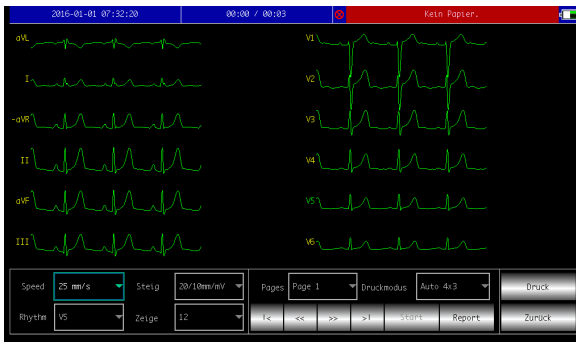

Abbildung 6-2 Fehlende Papieraufforderung
(2) Ziehen Sie das Aufzeichnungspapier aus dem Schlitz des Papierfachdeckels heraus und schließen Sie den Deckel.
6.1.3 Wenn das Aufzeichnungspapier während der Aufzeichnung zu Ende geht, stoppt das Gerät den Druck automatisch, und auf dem Bildschirm erscheint die Aufforderung, dass Papier fehlt, wie in Abbildung 6-2 dargestellt.